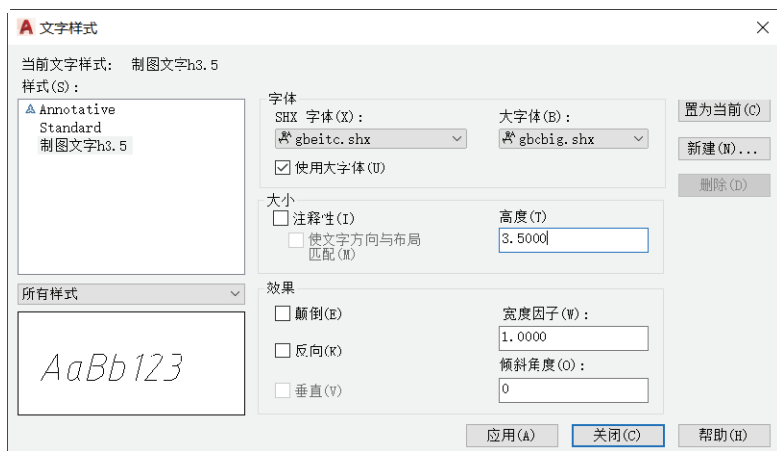

图 7-4 设置文字样式
④ 在“文字样式”对话框的“字体”选项组中，从“字体名”下拉列表框中选择“gbeita.shx”，接着勾选“使用大字体”复选框（注意：当勾选此复选框时，“字体名”下拉列表框变为“SHX 字体”下拉列表框，即该下拉列表框的名称发生了变化），并从“大字体”下拉列表框中选择“gbcbig.shx”，然后在“大小”选项组的“高度”文本框中输入“3.5”，“宽度因子”默认为“1”，“倾斜角度”为“0”，如图 7-4 所示。“文字样式”对话框左下角处的“预览”框显示随着字体的更改和效果的修改而动态更改的样例文字。